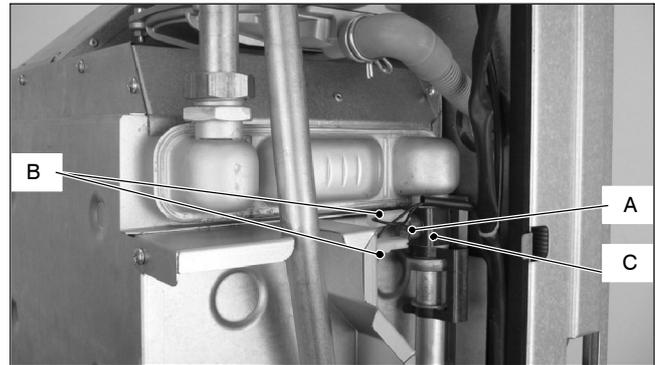

Fig. 2
- 2 Disconnect the wiring *B* (Fig. 2).